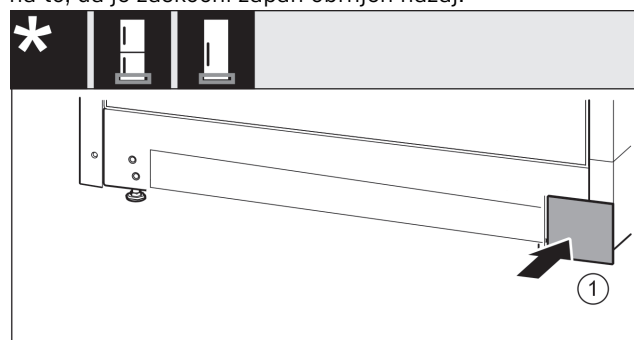

Fig. 19
- ▶ Pokrov Fig. 19 (1) ponovno namestite na drugi strani.